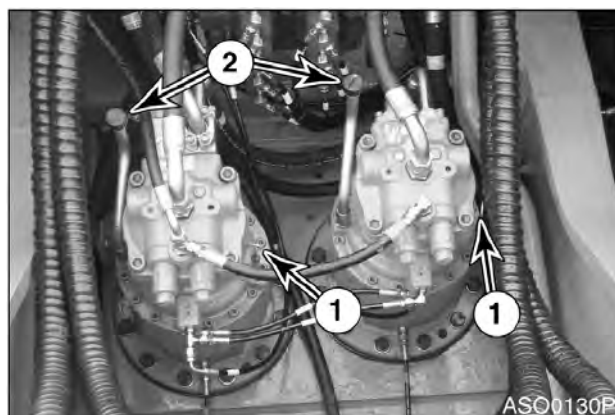

Рис. 70
4. Снять сапун/заливную заглушку (2, рис. 70) и добавить масло до отметки “Н” на щупе (1, рис. 70).